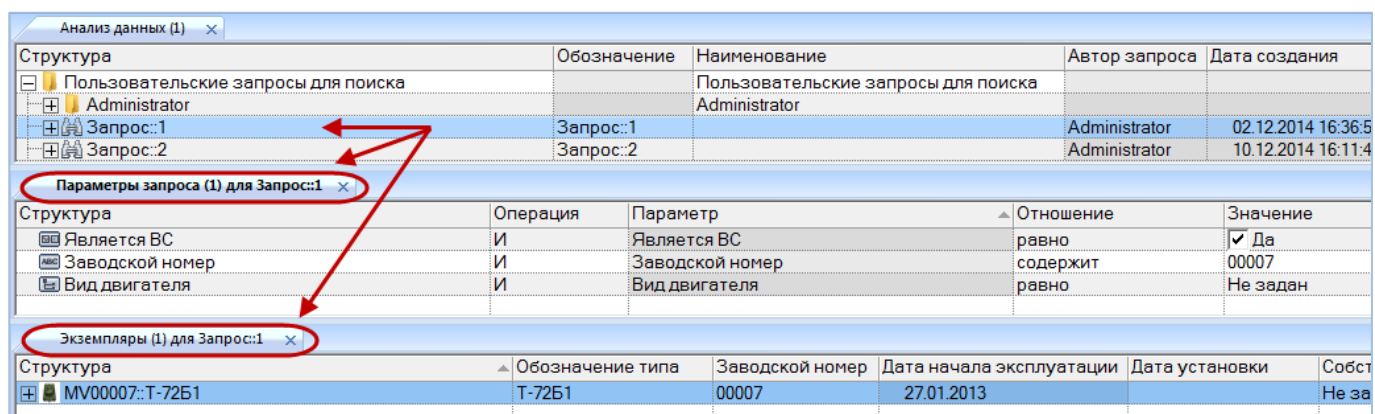

Рис. 7-30 – Рабочее окно с результатами поиска
5) Нажать кнопку «Да», чтобы открыть результаты поиска в новом рабочем окне (рис. 7-30).